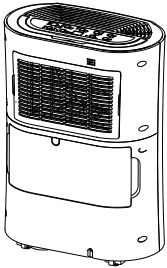
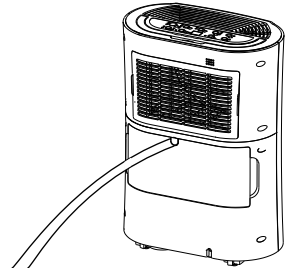

Abb. 4
Abb. 6
2. Trennen Sie es von der Stromversorgung ab. Vergewissern Sie sich, dass die hintere Seite des Gerätes gut zugänglich ist (Abb. 4).
3. Im Wasserbehälter (7) brechen Sie den Verschlussstopfen (9) der Öffnung für den Ablaufschlauch Abb. (5) aus. Um die Verbindungsherstellung zu erleichtern, können Sie das Wasserbehälter (7) demontieren.
4. Ziehen Sie den Ablaufschlauch (12) über den Wasserablaufstutzen (10) (Abb. 6).
5. Montieren Sie das Wasserbehälter (7) im Gerät.